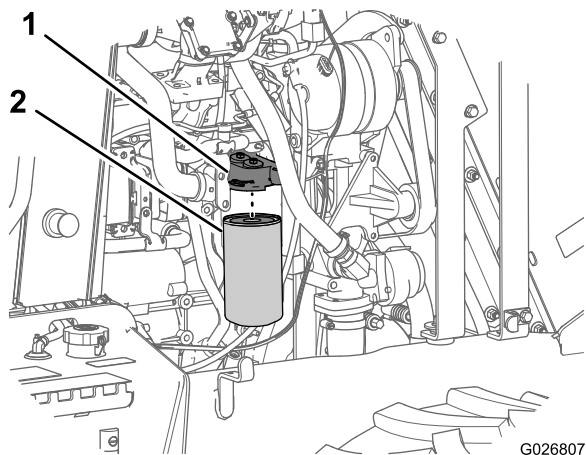

Рисунок 71
- Поместите небольшой сливной поддон под масляный фильтр (Рисунок 71).
- Поверните масляный фильтр влево и снимите его (Рисунок 71).
- Совместите масляный фильтр с головкой масляного фильтра и поверните его вправо, пока уплотнение масляного фильтра не войдет в контакт с головкой масляного фильтра (Рисунок 71).
- От руки затяните масляный фильтр еще на 3/4-1 полный оборот (Рисунок 71).